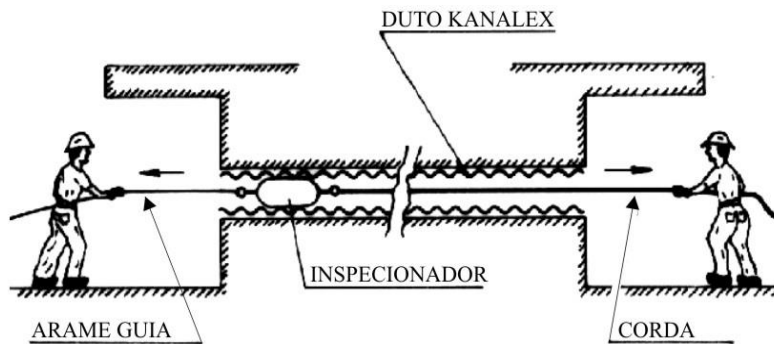

Figura 35
- b) A continuación, tiramos el alambre guía e introducimos el verificador por el interior del ducto hasta que llegue a la otra extremidad (Figura 35).